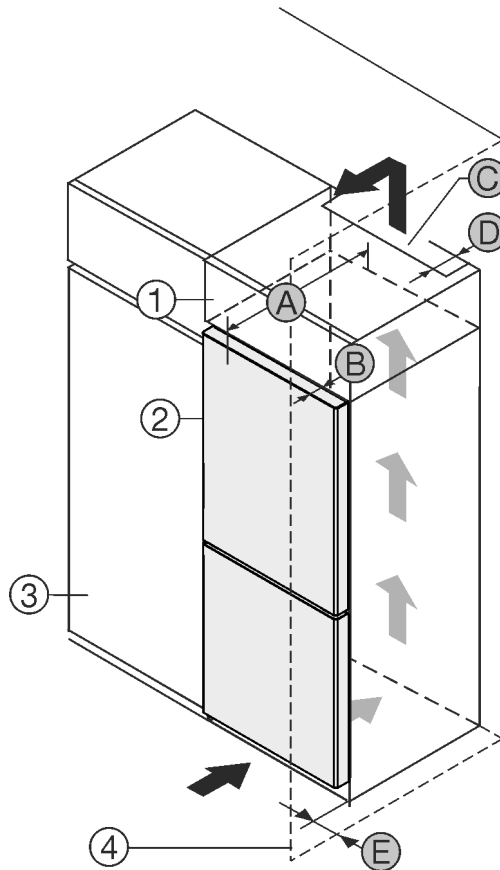

Fig. 1
- (1) Overskab
- (2) Apparat
- (3) Køkkenskab
- (4) Væg
- (A) Apparatdybde
- (B) Dørens dybde
- (C) Ventilationstværsnit
- (D) Afstand, apparatets bagside
- (E) Afstand til apparatets side
Du kan opstille apparatet direkte ved siden af køkkenskabet Fig. 1 (3).
På bagsiden af overskabet skal der være en ventilationskanal med dybden Fig. 1 (D) over hele overskabets bredde.
Ventilationstværsnittet Fig. 1 (C) under rummets loft skal overholdes.
Hvis apparatet opstilles med hængslerne ved siden af en væg Fig. 1 (4), skal afstanden mellem apparatet og væggen være mindst 13 mm.
Hvis apparatet opstilles med hængslerne ved siden af en væg Fig. 1 (4), skal afstanden mellem apparatet og væggen være mindst 20 mm.
For at døren kan åbnes helt, skal apparatet rage frem med dørens dybde Fig. 1 (B) i forhold til køkkenskabets forside. Apparatet kan rage mere ud afhængigt af køkkenskabenes Fig. 1 (3) dybde og anvendelsen af vægafstandsholdere.